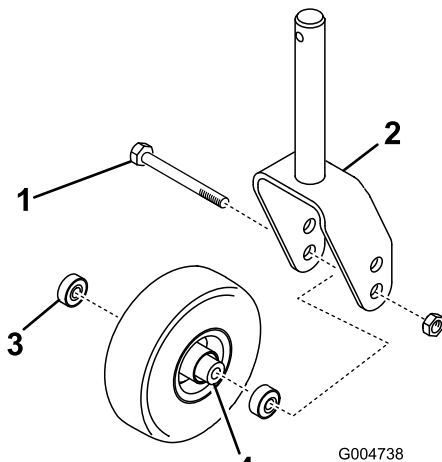

Bild 98
2. Entfernen Sie das Lager aus der Radnabe und lassen das Lagerdistanzstück herausfallen (Bild 98). Entfernen Sie das Lager aus der gegenüberliegenden Seite der Radnabe.
1. Entfernen Sie die Sicherungsmutter von der Schraube, mit denen das Laufrad in der Mitte der Laufradgabel oder am Laufradgelenkarm (Bild 98) befestigt ist. Halten Sie das Laufrad fest und schieben die Schraube aus der Gabel oder vom Gelenkarm ab.